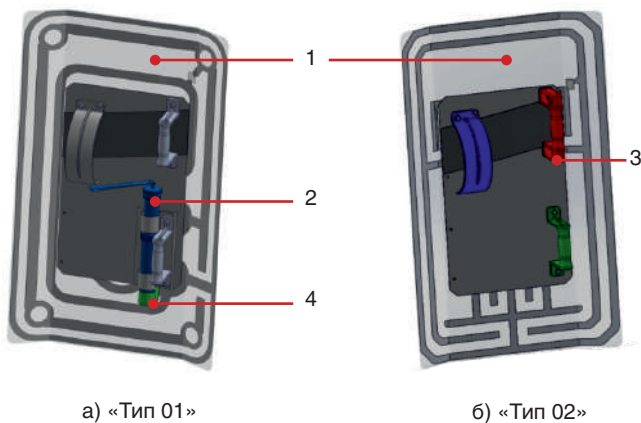

Рис. 1
Изделие исполнения «Тип 01» имеет посадочное место, обеспечивающее возможность подсоединения электрошокового устройства специального носимого «АИР-107У» (рис.1) (далее по тексту «ЭШУ»).
1.3.1 Изделие состоит из следующих элементов («Тип 01» - рис.1а, «Тип 02» - рис.1б):
- ударпрочного корпуса (1);
- съемного электрошокового устройства «АИР-107У» (2) – «Тип 01»;
- встроенного электрошокового устройства «рукоятка-шокер» (3) – «Тип 02»;
- уловителя (4), предназначенного для установки электрошокового устройства «АИР-107У» («Тип 01») и для обеспечения надежного электрического контакта.